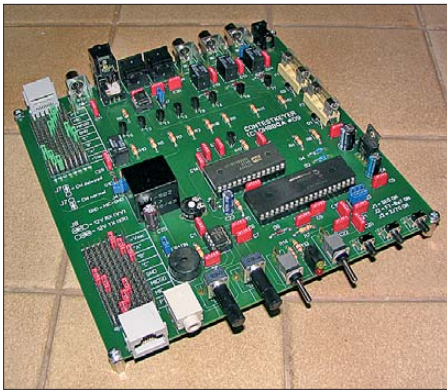

Bild 6: Fertig bestückte Musterplatine
Die gesamte Baugruppe ist auf einer doppelseitig geätzten, durchkontaktierten Platine mit den Maßen 160 mm \times 160 mm untergebracht. Die Leiterplatte wurde bewusst großzügig dimensioniert, um auch Lötanfängern den Aufbau zu erleichtern. Bild 6 zeigt ein fertig aufgebautes Muster.
Betrachten wir zunächst die schon aus der Anfangszeit des Rundfunks bekannten Rahmenantennen. Eine typische Variante besteht aus einem 1 m \times 1 m messenden Holzrahmen, bewickelt mit 30 Wdg. Kupferlitze. Sieht man, wie rechts oben in Bild 6 gezeigt, eine Anzapfung bei 15 Wdg. und einen Umschalter vor, lässt sich dieses Gebilde auch auf 500 kHz abstimmen, um den dortigen Stationen zuzuhören (CW) bzw. die Aussendungen via PC zu decodieren (WSPR, PSK31).